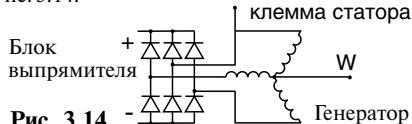

Рис. 3.14
**Дизельный двигатель** с генератором имеющим W выход - желтый провод выведите под капот и подключите к клемме W. Рис. 3.14.
**Дизельный двигатель** с генератором не имеющим W выхода - желтый провод выведите под капот и подключите к одному из выводов обмоток статора до выпрямительных диодов. Рис. 3.14.